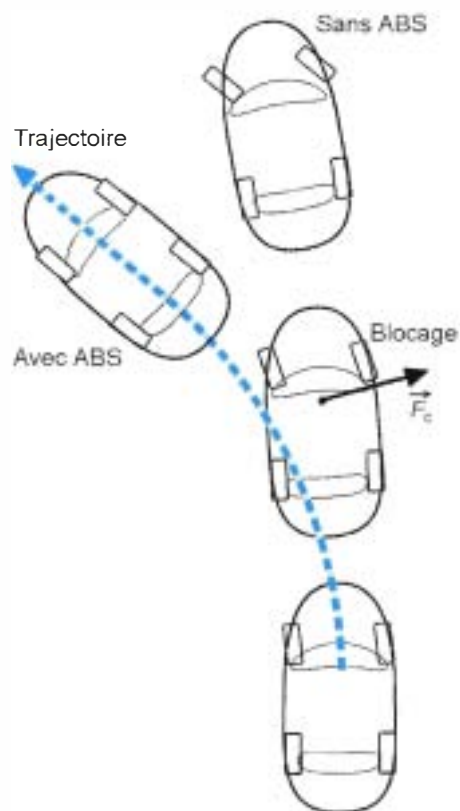

Figure 12.1 • Virage sur sol glissant : sans ABS, s'il y a blocage d'une roue, le véhicule va tout droit.
- fait perdre le contrôle de la trajectoire du véhicule (figure 12.1).